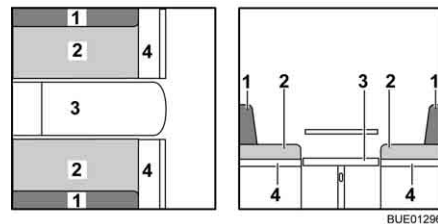

Fig. 123 Pendant la transformation
- Élargir la banquette (Fig. 123,4).
- Enlever les coussins de dossier (Fig. 123,1) et les placer de côté.
- Tirer les coussins d'assise (Fig. 123,2) vers le centre.